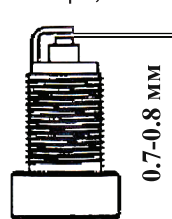

рис. 4
7.3.3 Рекомендуются проверить величину межэлектродного зазора, которая должна быть около 0.7...0.8 мм (рис. 4). При существенном отличии измеренной величины зазора указанным требованиям заменить свечу.